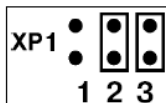

Рисунок 4.12
4.2.3 При необходимости изменения значения времени задержки включения реле после перегрузки по напряжению  $T_{\text{вкл } U}$  установите на коммутаторе ХР1 переключки в положение «2» и «3» (см. рисунок 4.12).